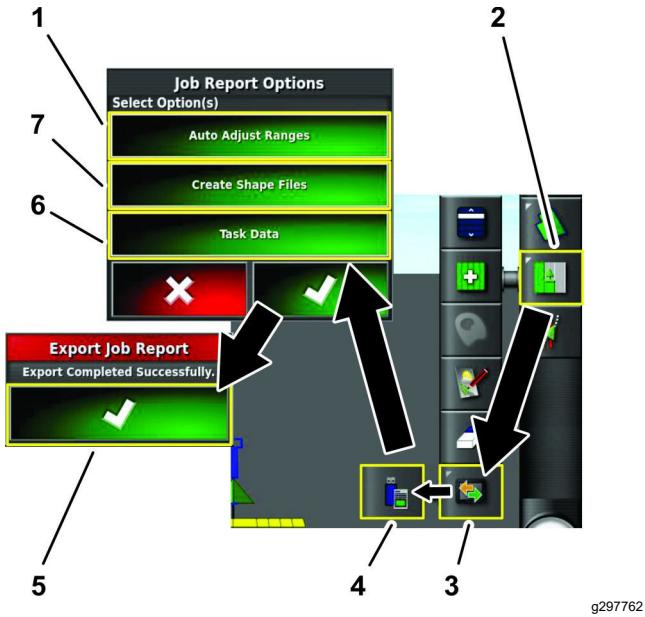

Figure 27
- Appuyez sur l'icône Menu des tâches (Figure 27).
- Appuyez sur l'icône Menu d'échange de données (Figure 27).
- Appuyez sur l'icône Exporter rapport de tâche vers USB (Figure 27).
- Dans la boîte de dialogue Options de rapport de tâche, appuyez sur l'icône de confirmation (Figure 27).
- Dans la boîte de dialogue Exporter rapports de tâche, appuyez sur l'icône de confirmation (Figure 27).